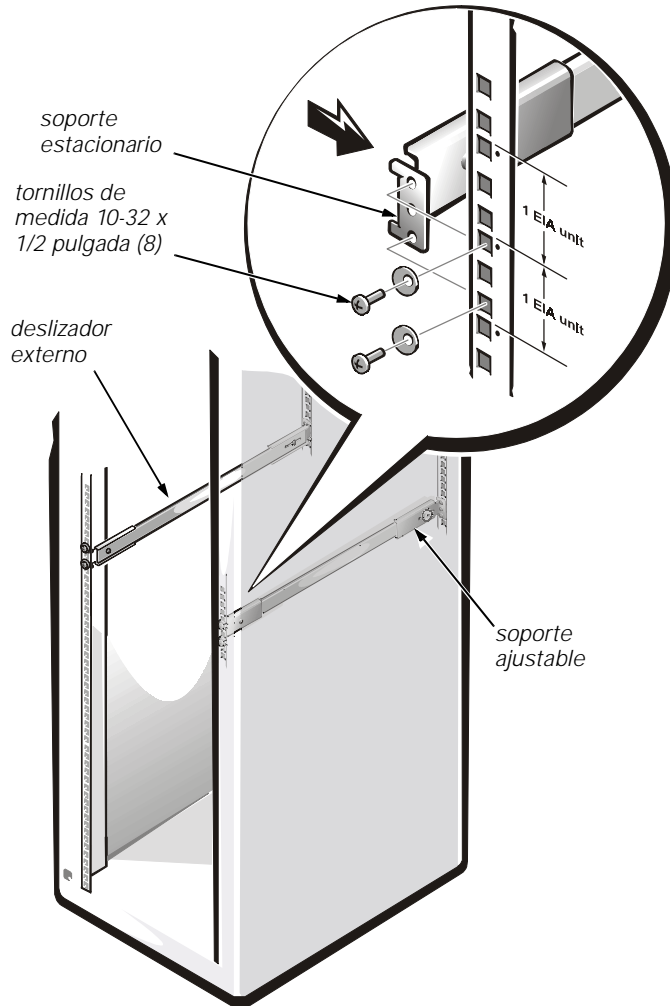

Figura 4-4. Montaje de los deslizadores externos en el estante
Los soportes estacionarios se sujetan a la parte anterior del estante. Los soportes ajustables se sujetan a la parte posterior. El orificio superior de cada soporte debe alinearse con el orificio superior de una unidad EIA (Electronic Industry Association [Asociación de la industria electrónica]) en el estante. El orificio superior de una unidad EIA tiene un punto junto a él (consulte la figura 4-4).
2. Utilice cuatro tornillos de medida 10-32 x 1/2 pulgada y cuatro arandelas ahusadas para montar cada deslizador externo en el estante, según se muestra en la figura 4-4.